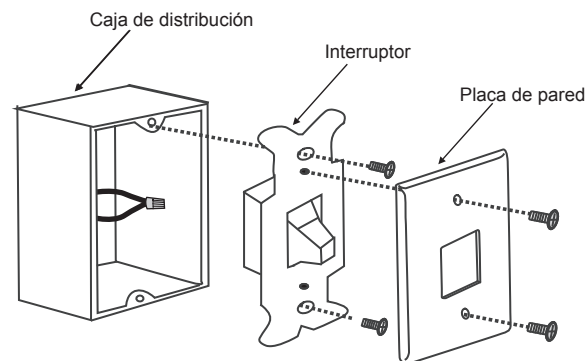

Fig. 22
Paso 1. Retire la placa de pared existente y el antiguo interruptor de la caja de distribución de pared. Conecte con una tuerca las terminaciones de cables NEGROS (calientes) entre sí y vuelva a empujarlos al interior de la caja de distribución. (**Fig. 22**)